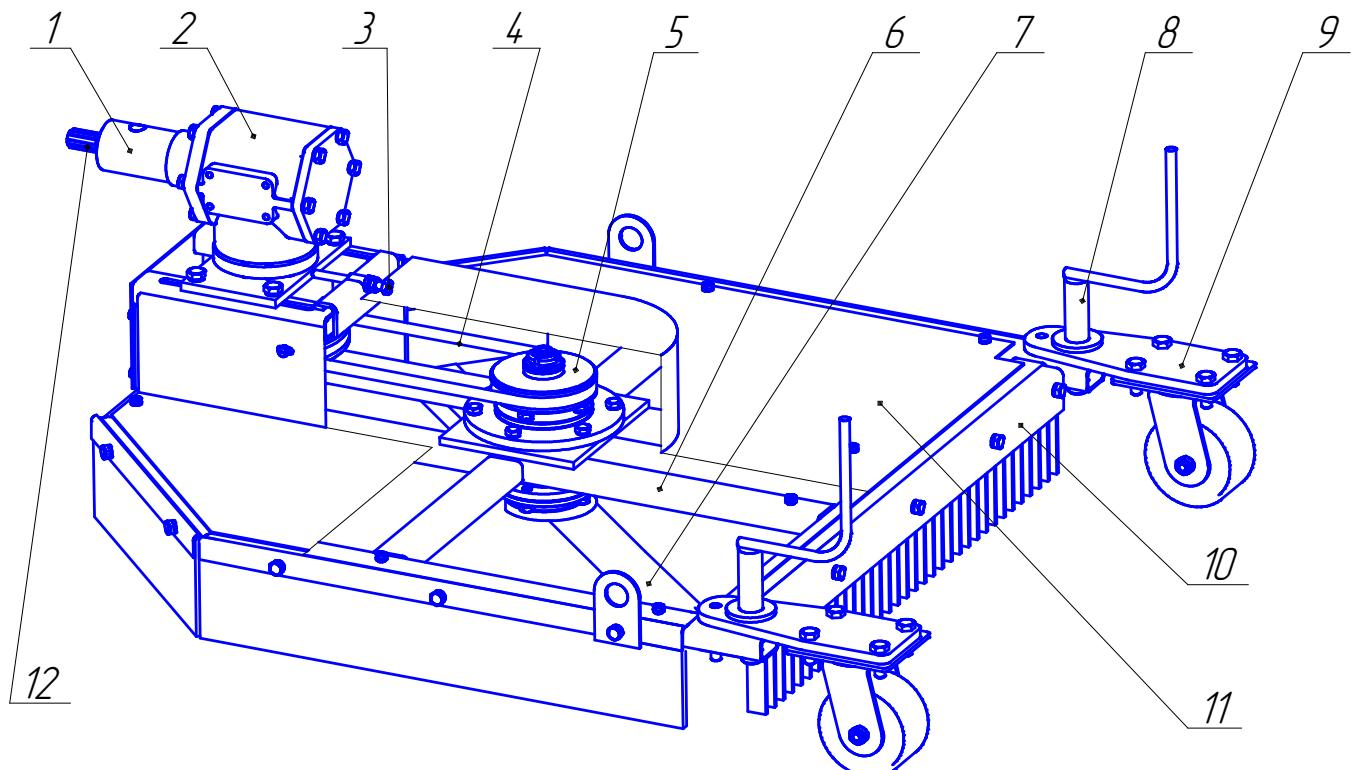
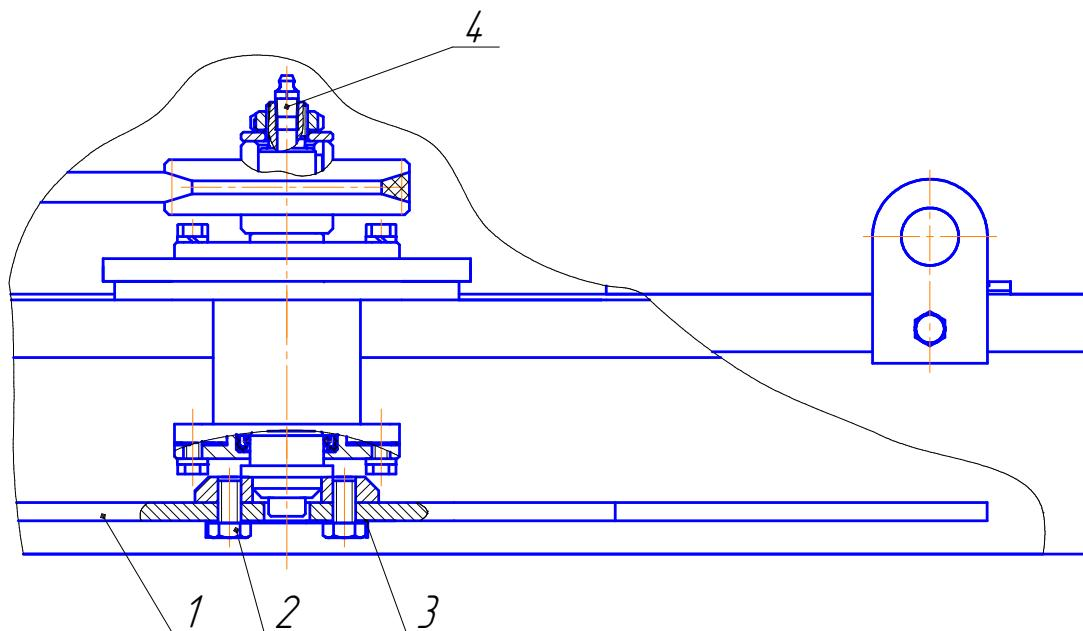

Рисунок 1 – Косилка роторная КРМ-2
Рисунок 2 – Схема крепления ножа
1.5.1 Присоединение косилки (рисунок 1) осуществляется с помощью хвостовика 1 через вал 12 редуктора 2.
1.5.5 Для переустановки или замены ножа (рисунок 2) необходимо расстопорить пластину 3, при помощи гаечного ключа вывернуть болты 2. Переустановить или заменить нож 1. Сборку выполнить в обратной последовательности. Резьбовые соединения затянуть плотно и равномерно. Момент затяжки болтов – 40-50 Н·м.
3.2 Перед началом сезонных работ производите смазку привода 5 (рисунок 1): снимите кожух и прошипциуйте через масленку 4 (рисунок 2) смазкой ЦИАТИМ-201 ГОСТ 6267-74.
3.3 Периодически, не менее одного раза в год, через люк в корпусе редуктора 2 (рисунок 1) смазывайте зубчатые венцы шестерен редуктора смазкой ЦИАТИМ-201 ГОСТ 6267-74.